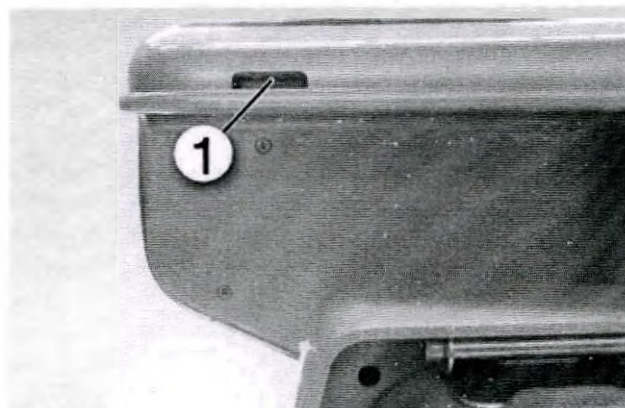

Рис. 57
- ▶ Вставить кронштейн в отверстие на другой стороне (см. рисунок 57).